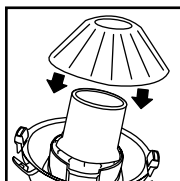

FIGURA 18
30. Coloque en el centro el filtro para sólidos reutilizable sobre el alojamiento de la tapa. **FIGURA 18.**